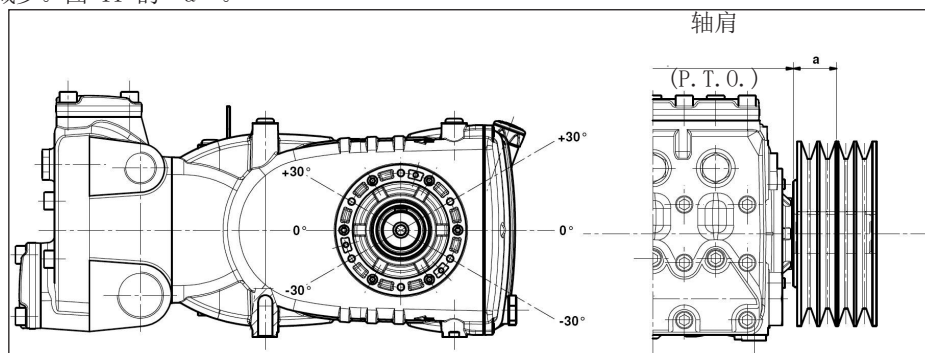

图 11
泵轴上的径向载荷不能超过7500 N（布局定义所必须的数值）。只有该载荷作用在距离轴肩（P. T. O.）的一段最大长度 $a=40 \text{ mm}$ 时，传动才被视为适当，见图 11。
- b) 使用高效能皮带 - 例如XPB而不是SPB - 同样的功率传递, 使用的皮带数量会相对少, 继而相对轴肩 (P. T. O.) 的距离也会减少。图 11 的“a”。
- e) 按照图 11指出的方向张紧皮带, 其他需求请联系**技术部**或**客户服务中心**。